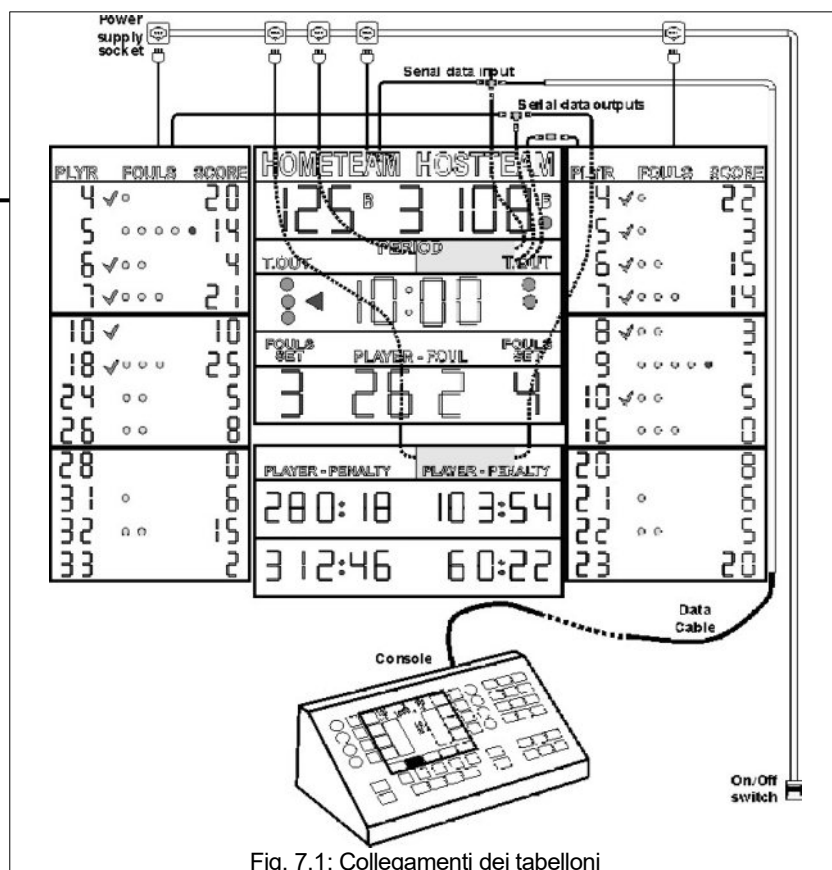

Fig. 7.1: Collegamenti dei tabelloni
3. Per il collegamento agli altri eventuali tabelloni della serie FS posti nelle vicinanze, ad esempio quelli laterali per la visualizzazione dei falli/punti dei giocatori o quelli centrali per i tempi di penalità (vedere l'esempio in Fig. 7.1), collegare ai connettori "SERIAL DATA OUTPUT" i restanti cavetti prolunga di 1 m, come indicato nel punto precedente.
Ogni tabellone viene fornito di cavo di alimentazione con spina. Per una facile accensione e spegnimento del tabellone, consigliamo di predisporre una presa di alimentazione appena sopra al tabellone (vedere esempio in Fig. 7.1).
La Fig. 7.1 mostra una configurazione con il tabellone centrale, quelli laterali per i falli e i punti dei giocatori, oltre che quello inferiore per la visualizzazione dei tempi di penalità.
penalità, possono essere collegati agli altri due cavi seriali "SERIAL DATA OUTPUT" attraverso gli appositi adattatori (vedere Fig. 7.1).